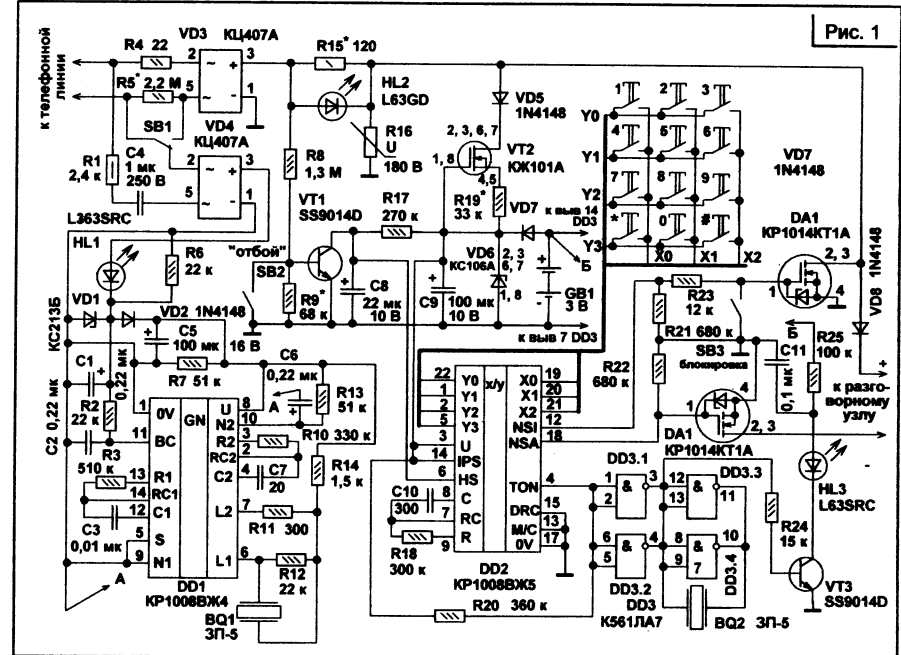
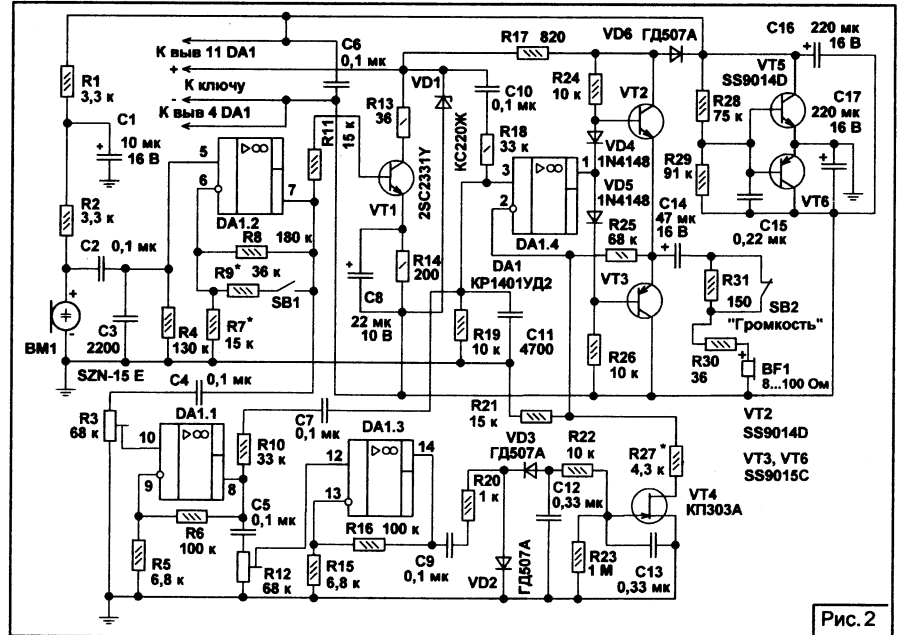
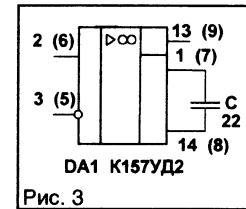

Рис. 1
Рис. 2
Рис. 3
- Принципиальная схема номеронабирателя и вызывного устройства показана на рис. 1. При снятии трубки с телефонного аппарата, переключатель SB1 переходит в верхнее, по схеме положение и узел на микросхеме номеронабирателя DD2 через 0,3...0,5 секунд готов к набору номера в линию. На стабилизаторе тока VT2 КЮК101А и МОП-стабилитроне VD6 типа КС106А собран узел питания микросхемы стабильным напряжением 3...4 В. На резисторе R18 и конденсаторе C10, подключенных к выводам 7...9 микросхемы DD2, построен тактовый генератор. От его парамет-
Принципиальная схема разговорного узла показана на рис. 2. Счетверённый операционный усилитель DA1 питается двуполярным напряжением, которое формируется из однополярного каскада на биполярных транзисторах VT5, VT6. На операционном усилителе DA1.2 и транзисторе VT1 построен микрофонный усилитель. На DA1.4 и VT2, VT3 собран усилитель входящего звукового сигнала. На DA1.1 построен усилитель сигнала для работы противоместной схемы. Такое построение обеспечивает очень хорошее подавление собственного голоса с минимальной зависимостью от параметров линии АТС. На DD1.3 и VT4 построен узел управления усилением DA1.4. При наличии сигнала в микрофоне достаточного уровня, усиление DA1.4 снижается, что обеспечивает ещё большее подавление своего голоса.
Переключатель SB1 (рис. 2) предназначен для снижения чувствительности микрофонного усилителя. Вместо этой функции можно использовать и полную блокировку микрофона, как это сделано в большинстве телефонных аппаратов. Переключателем SB2 можно ступенчато снизить громкость входящего звукового сигнала.
Конструкция и детали. Резисторы типов С1-4, С2-23, МЛТ. можно использовать и резисторы, предназначенные для поверхностного монтажа. По схеме на рис.1. Конденсаторы С8, С9 необходимо использовать с минимальным током утечки. Хорошие результаты получаются с импортными оксидными конденсаторами фирмы «Rubycon». Можно использовать и конденсаторы серии К53. Варистор R16 любого типа на напряжение 120...180 В, например, FNR-07K181 его можно заменить маломощными стабилитронами на 100...150 В, например двумя КС568В включенными последовательно. Диодные мосты КЦ407А можно заменить на КЦ422В, КЦ422Г, аналогичными импортными или сборками из четырёх диодов КД102, КД209, КД527, КД528 с любыми индексами. Этими же диодами можно заменить и диоды 1N4148. Стабилитрон VD1 заменяется на Д814Д1, 2С213Б, КС515А, КС515Г, TZMC-12. Стабилизатор тока ЮК101А можно заменить на МС-СТ1, ЮК101Б. МОП-стабилитрон КС106А заменяется на КС106А1, КС106Б или микропотоковым стабилитроном 2С118А. При отсутствии такого стабилитрона его можно заменить двумя обыч-
Разговорный узел, рис. 2. Электретный микрофон можно применить типов МКЭ-389, МКЭ-332, МКЭ-377, М34ЛОП, НМ1003, WM-60А103, WM-52ВМ. Диоды VD2, VD3, VD5, VD6 можно использовать любые маломощные германиевые или кремниевые, например, серий КД102, КД103, КД503, КД512, КД521. - маломощные кремниевые. Защитный стабилитрон VD1 - 2С518А, КС522А, 2С220Ж. Транзистор VT1 заменяется на любой из серий 2С2331, 2С2500, КТ608, КТ630, КТ683, КТ817, КТ961 с коэффициентом передачи тока базы 150...200. Полевой транзистор VT4 заменяется любым из серий КП302, КП303, 2П303, КП307, но его обязательно надо проверить на напряжение отсечки, которое должно быть не более 1 В. Транзисторы SS9014D в обеих схемах заменяются на любые транзисторы серий КТ3102, КТ3130, SS9014, 2С1815. Транзисторы SS9015С заменяются на любые из серий 2SA478, 2SB1116, КТ3107, КТ361, КТ502, КТ685. Необходимо заметить, что на некоторых экземплярах микросхем типа КР1401УД2 иногда бывают переставлены выводы входов. ОУ можно заменить на LM324. При отсутствии таких микросхем, разговорный узел можно собрать на двух ОУ типа К157УД2, К157УД3 (рис. 3). Выводы питания у них одинаковые.
В схеме номеронабирателя переключатели SB2, SB3 с фиксацией положения, любые, удобной конструкции. SB1 - рычажный переключатель, положение которого зависит от наличия разговорной трубки на корпусе телефонного аппарата. Переключатели SB1, SB2 (рис.2) могут быть как с фиксацией, так и без, в зависимости от ваших требований.
Настройка. Схема на рис.1. Резисторы: R5 - напряжение на выходе диодного моста 4.5 В. при положенной трубке. R9 - Отбой линии при снижении напряжения на выходе диодного моста VD3 ниже 5В. R10 - Тон вызывного сигнала. R14 - Громкость первой посылки вызывного сигнала. R15 - Погасание светодиода HL2 при поднятии трубки на параллельном телефоне. R18 - Частота тактового генератора номеронабирателя. R19 - ток через VT2 - 70...90 мкА. Схема на рис. 2. Резисторы: R3 - глубина подавления собственного голоса. R7 - чувствительность микрофонного усилителя. R9 - понижение чувствительности микрофонного усилителя R12 - порог срабатывания понижения чувствительности телефонного усилителя, напряжение питания разговорного узла 8...11 В. R21 - громкость при пониженной чувствительности телефонного усилителя. R27 - громкость входящего звукового сигнала. R29 - симметрия двуполярного питающего напряжения.